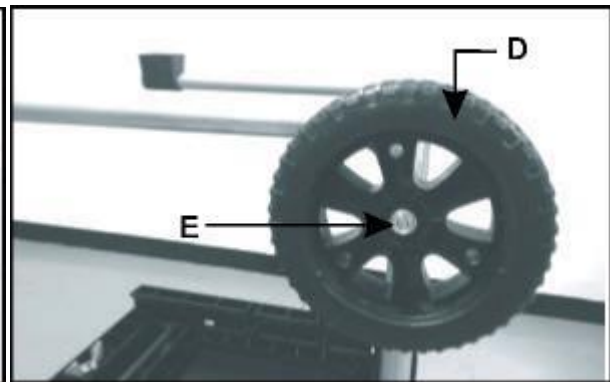

Abb. 1C
2. Montieren Sie die Räder (D) und ziehen Sie die Mutter (E) zunächst handfest an. (Abb. 1C)